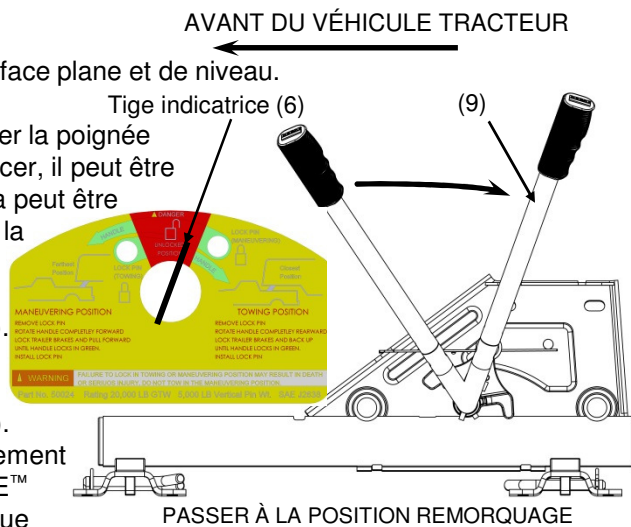
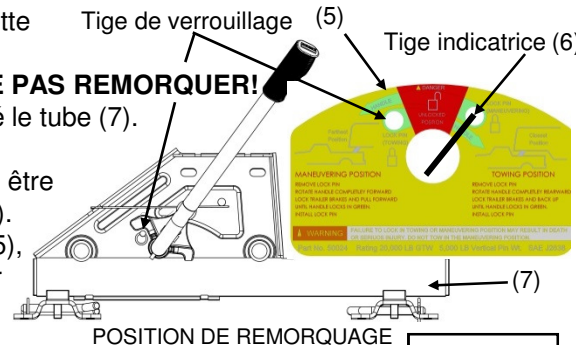

Figure 17
Figure 18
3. Retirez la goupille de verrouillage du trou de manoeuvre et pousser la poignée (9) vers l'arrière (voir figure 17). Si la poignée (9) est difficile à déplacer, il peut être coincée dans le trou de verrouillage dans le tube coulissant (7). Cela peut être résolu en déplaçant légèrement le camion ou reculer jusqu'à ce que la poignée (9) se déplace librement. Répétez l'étape 2 si nécessaire.
4. La tige indicatrice (6) devrait être au-dessus de la section déverrouillée rouge près de la section verte de remorquage (voir figure 17). La pression du ressort presse le loquet contre le dessus du tube (7), le loquet se verrouillera dans la fente lorsque la REESE™ Fifth Wheel Slider se déplace à la position de remorquage (voir figure 18).
5. Retourner au camion. Dégager le frein à main. Engager manuellement le frein de la remorque et reculer le camion jusqu'à ce que la REESE™ Fifth Wheel Slider s'arrête près du boulon sur le pied (figure 12) et que le loquet s'engage en position de remorquage (voir figure 18).
- B. Si la sellette ne bouge pas, le loquet a engagé les tubes (7) et la sellette devrait être bloquée en position de remorquage.
- C. Si la sellette ne bouge pas, le loquet n'a pas engagé les tubes (7). **NE PAS REMORQUER!** Répéter les étapes 1 - 6 ci-dessus jusqu'à ce que le loquet ait engagé le tube (7).
7. Examiner l'étiquette de mise en garde (5). La tige indicatrice (6) devrait être au-dessus de la section verte sur la droite de l'étiquette (5) (voir figure 18). Si la tige indicatrice (6) est au-dessus de la section rouge sur l'étiquette (5), le loquet n'a pas engagé les tubes (7). **NE PAS REMORQUER!** Répéter les étapes 1- 6 ci-dessus.